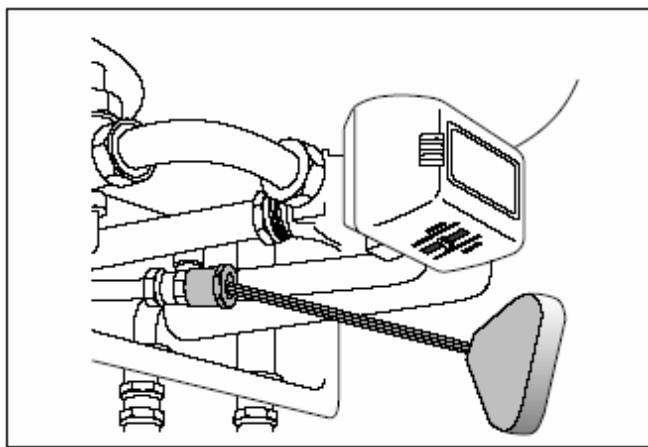

Рис. 23 Ограничитель расхода горячего водоснабжения
- Выполнить желаемую настройку ограничителя расхода (рис. 23), например на 60 °C при расходе 6 л/мин.